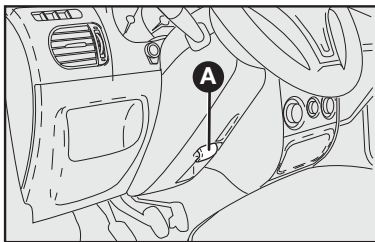
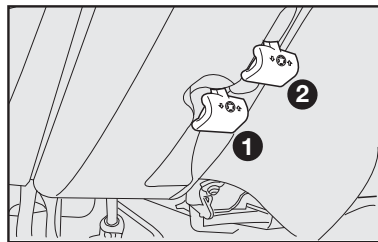

fig. 11
fig. 12
## VOLANTE - fig. 11 e 12
- 1) Deslocar a alavanca **A-fig. 11** para a posição **2-fig. 12**;